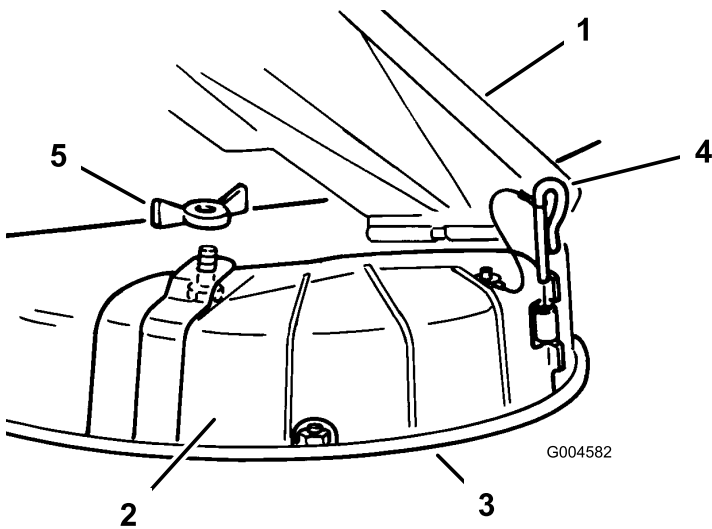

Figure 24
- Retirez l'écrou à oreilles et le boulon qui fixent l'obturateur d'éjection en place (Figure 24). Conservez toutes les pièces pour un usage ultérieur.
4. Enlevez l'axe de charnière qui fixe l'obturateur au plateau de coupe (Figure 24).
3. Soulevez le déflecteur d'herbe et placez l'obturateur d'éjection sur l'ouverture et le bord inférieur du carter du plateau de coupe, avant de l'insérer dans la charnière avant (Figure 24).
4. Insérez l'axe dans la charnière (Figure 24).
5. Fixez l'obturateur d'éjection à la tondeuse à l'aide de l'écrou à oreilles (Figure 24).